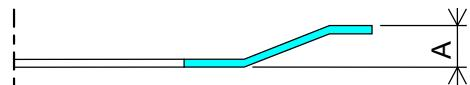

图4-12
- (1) 板簧出现断裂或者龟裂时,请予以更换。
- (2) 按图4-12所示,测定弹簧高度,小于**A**尺寸时,请予以更换。(参照表4-4)